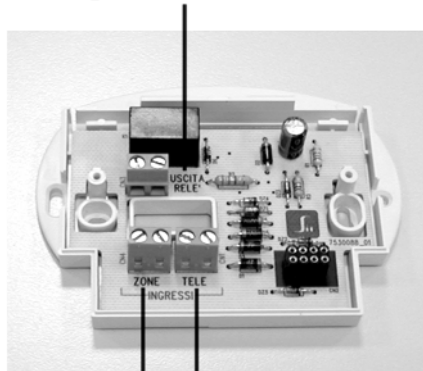

Fig. 4
- 4) Cablare la morsetteria dell'adattatore avendo cura di rispettare lo schema di fig. 4. Ciascuna connessione è non polarizzata.